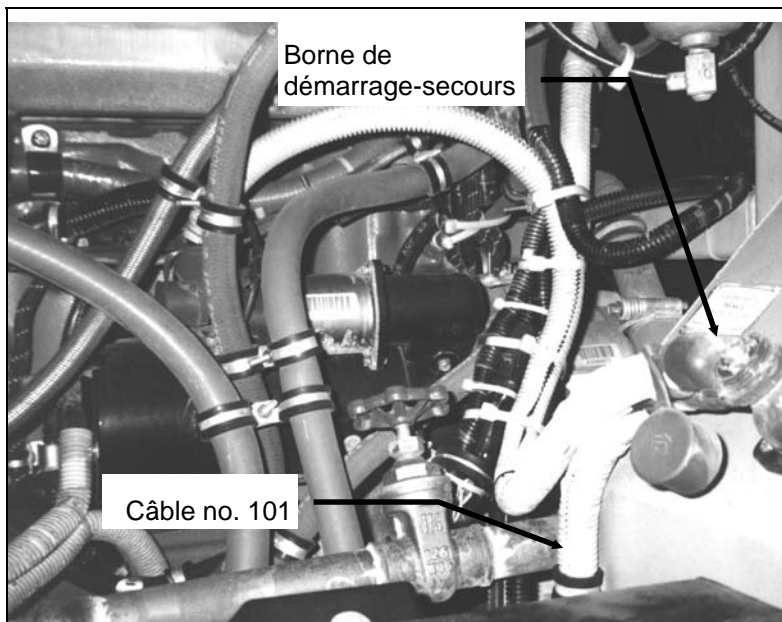

FIGURE 1: EMBLACEMENT DU CÂBLE
1. Dans le compartiment moteur, localiser le câble no. 101A (Fig. 1).
1. Vérifier que l'interrupteur principal des batteries est à la position ARRÊT (OFF) et puis débrancher le câble de la borne de démarrage-secours (Fig. 1).
9. Brancher le câble à la borne de démarrage-secours (Fig. 1) et serrer l'écrou à un couple de 40-47 N•m (30-35 lbf•pi).
6. Dans le compartiment moteur, débrancher le câble de la borne de démarrage-secours (Fig. 1).
11. Installer le nouveau câble (Prévost #061028) à la borne de démarrage-secours (Fig. 1) et serrer l'écrou à un couple de 40-47 N•m (30-35 lbf•pi).